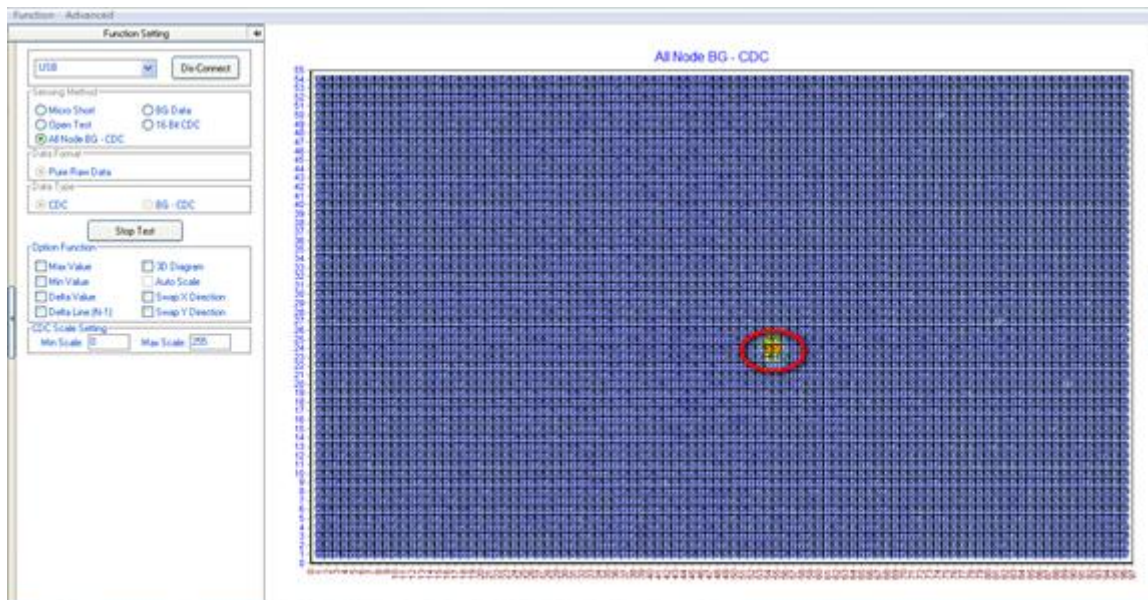

Figure 5-12: 手指按壓觸控屏視窗示意圖
- ◆ Step_1: 開啟 tool 選擇左上 Function 基本檢測功能項下的 CDC 功能，勾選 Sensing Method 內 All Node BG-CDC 項按下「Star Test」，手指按壓觸控屏上任一點位置，可在右邊畫面看到按壓點。如下圖 Figure 5-12。使用滑鼠框取該區域放大顯示按壓中心點的電容值。